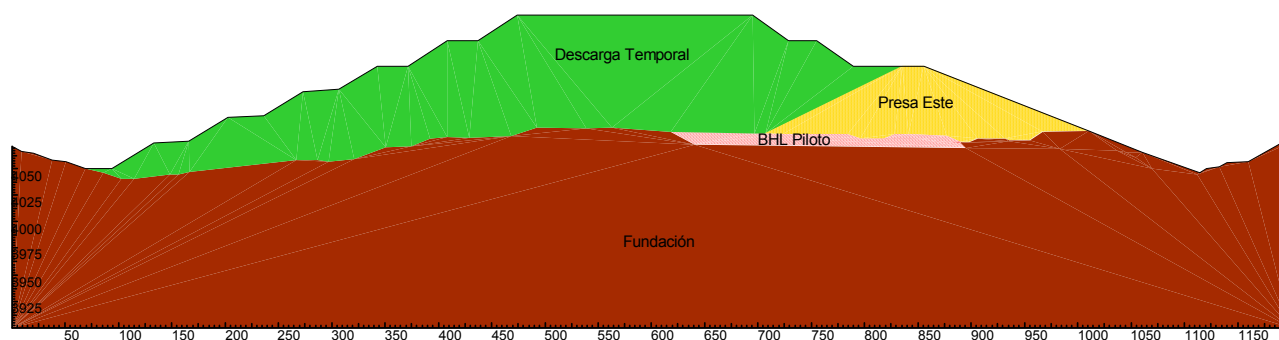

Figura 3 Análisis de Estabilidad - Sección A-A'
- Sección A-A': Se analizó el talud aguas abajo para la configuración final de la Presa Pampa Larga Sector Este y la altura máxima de la Descarga Temporal. Además, se evaluó la estabilidad del talud aguas arriba considerando la excavación de la Descarga Temporal. La **Figura 3** muestra la Sección A-A'.